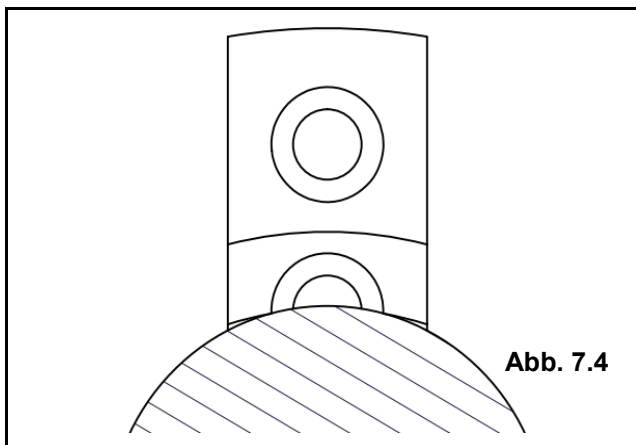

Abb. 7.4
9. In Situationen, in denen die angesenkten Befestigungsschraubenlöcher der Aufsatzbacken den Spanndurchmesser beeinträchtigen, ist es sehr wichtig, dass der Spanndurchmesser der Aufsatzbacke auf den exakten Durchmesser des Werkstückdurchmessers abgestimmt ist. Andernfalls kommt es beim Spannen zu einem Zweilinienkontakt, wie in Abbildung 7.4 gezeigt, was zu einem Verlust an Spanngenauigkeit führt.